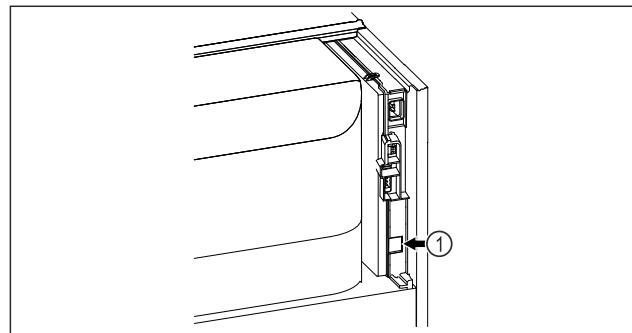

Fig. 92
- SmartModule Fig. 92 (1) ist eingesetzt.